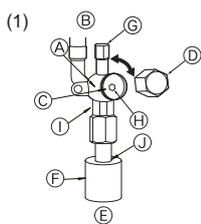
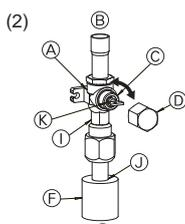

Fig. 4-6
Fig. 4-7
- (1) Stoppventilens vätskesida (Fig. 4-6)
- ① Ta bort kåpan och vrid ventilstängens motsols så långt det går med en 4 mm sexkantsnyckel. Sluta när den når stoppet. (Ca. 10 varv)
- ② Kontrollera att stoppventilen är helt öppen och skruva på locket igen.
- (2) Stoppventilens gassida (Fig. 4-7)
- ① Ta bort kåpan, dra handtaget mot dig och öppna genom att vrida det 1/4 varv moturs.
- ② Kontrollera att stoppventilen är helt öppen, skjut in handtaget och vrid tillbaka kåpan till ursprungsläget.